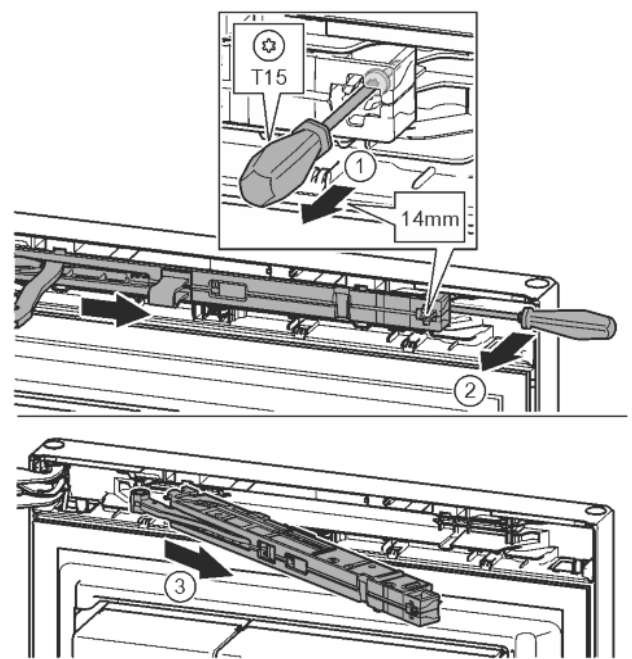

Fig. 11
- За допомогою викрутки T15 ослабте гвинт на демперному вузлі приблизно на 14 мм. Fig. 11 (1)
- Переміщаючи викрутку з боку ручки за демперний вузол, поверніть уперед. Fig. 11 (2)
- Витягніть демперний вузол. Fig. 11 (3)